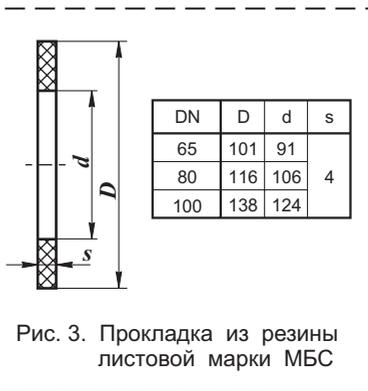

Рис. 3. Прокладка из резины листовой марки МБС
4.2.7 Монтаж фланцевых соединений выполнить с применением прокладок из резины МБС средней твердости (рис. 3).